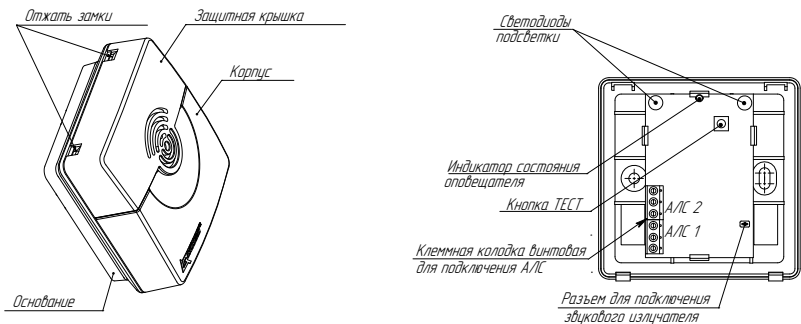

Рисунок 3
5.4 Контроль работоспособности оповещателя осуществляется нажатием на кнопку ТЕСТ (рисунок 3) или направлением луча оптического тестера ОТ-1 на оптический индикатор (луч следует направлять перпендикулярно плоскости установки оповещателя). При контроле оповещатель переходит в состояние «Тест», при котором индикатор непрерывно горит. Состояние «Тест» удерживается оповещателем до получения команды «Снять тест», формируемой прибором. В журнале событий прибора регистрируются записи «Тест есть», а по команде «Снять тест» – «Тест нет».
6.5 Для установки оповещателя необходимо отжать замки и аккуратно отсоединить крышку корпуса вместе с защитной крышкой от основания (рисунок 3).